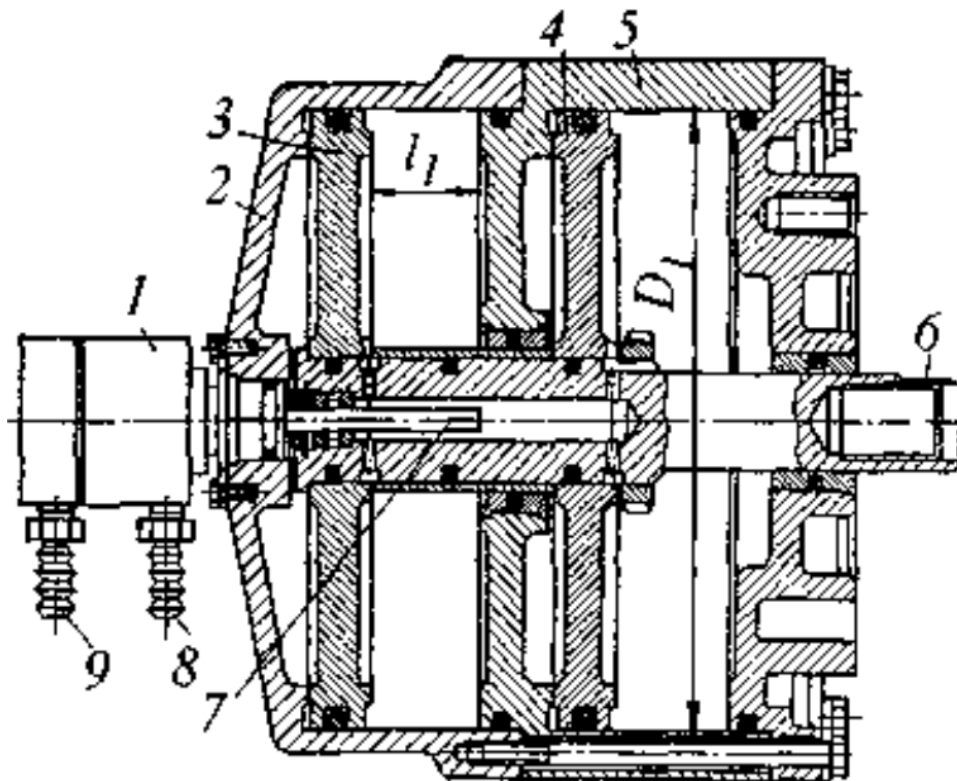

Рис. 14
8. Опишите назначение и принцип действия приспособления приведенного на рис. 14.